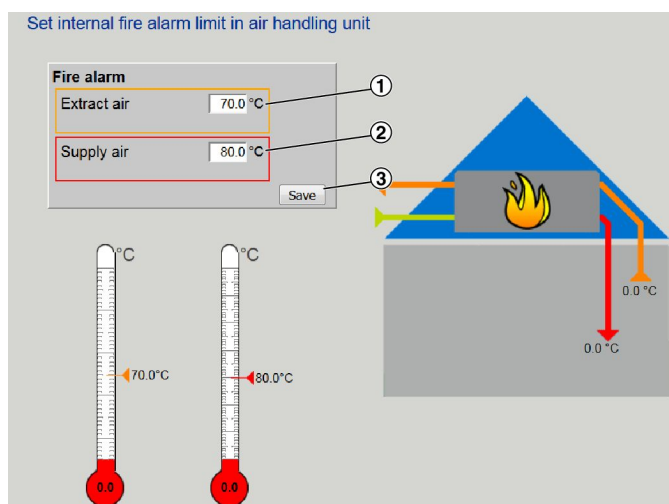

Fig. 45 : Réglage des seuils de température pour une alarme incendie
2. ▶ Saisir la température limite de l'air de reprise (Fig. 45 /1).
3. ▶ Saisir la température limite de l'air soufflé (Fig. 45 /2).
4. ▶ Cliquer sur « *Enregistrer* » (Fig. 45 /3).